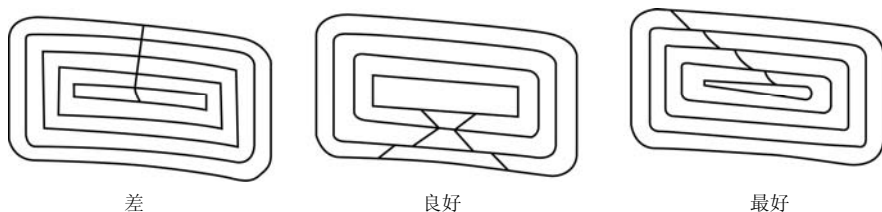

图 1-26 环切移刀
(2) 环切移刀 采用环间圆弧连接时，由于移刀轨迹直接在两个刀路轨迹之间生成圆弧，在间距较大的情况下，会产生过切。因此该方法一般多用于两轴半加工，所有的加工都在一个平面内，如图 1-26 所示。